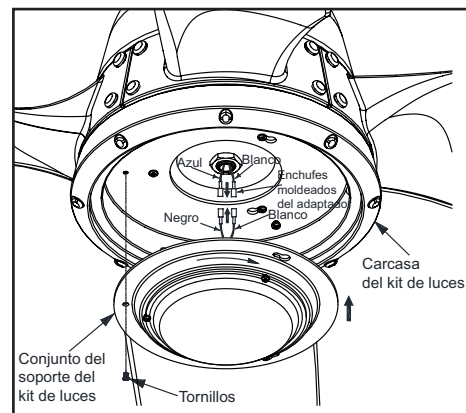

Figura 16
3. Quita un tornillo de la carcasa del kit de luces y afloja, pero no quites, los otros dos. Conecta los cables del conjunto del soporte del kit de luces a los cables del conjunto motor-ventilador uniendo los enchufes moldeados del adaptador. Coloca con cuidado todos los cables y empalmes dentro de la caja del interruptor. (Figura 16)
4. Empuja el conjunto del soporte del kit de luces hacia arriba de manera que las cabezas de los dos tornillos aflojados encajen en las ranuras tipo ojo de cerradura. Gira el conjunto del soporte kit de luces hacia la derecha y aprieta los tornillos. Vuelve a instalar el tornillo que retiraste en el paso 3 y apriétalo firmemente. (Figura 16)